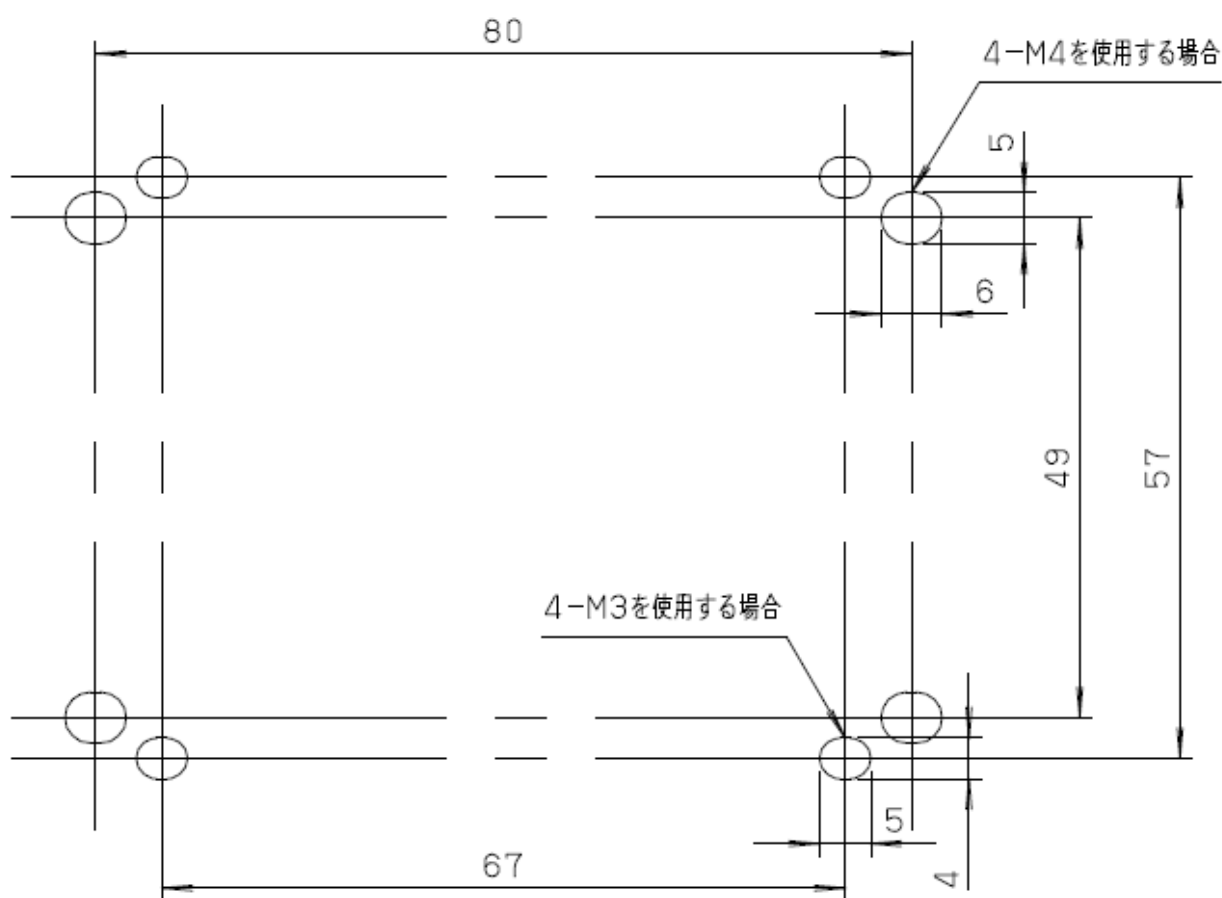

図3. DAP-6D, 12Sポンプベース部取付用穴位置図（参考）
- ・ ベース部取付穴位置は図3を参考に長穴であけて下さい。